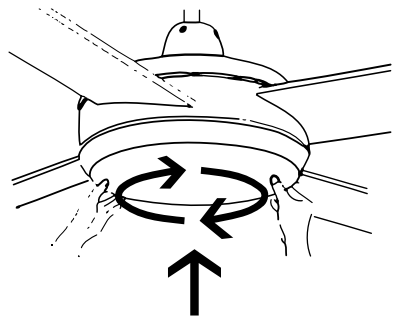

Fig. 7
4. Accendere di nuovo il dispositivo e verificare il funzionamento della luce e del ventilatore. Quindi inserire il paralume in senso orario a protezione della lampada. Vedi **fig. 7**.